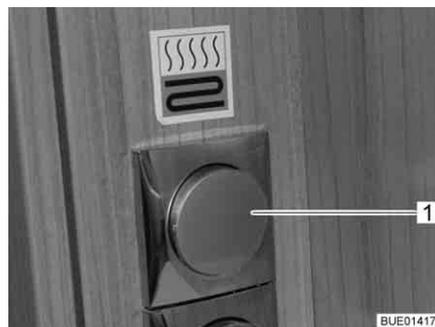

Fig. 119 Interruptor para el calentamiento del piso en el cuarto de aseo
- Presionar la parte superior del interruptor oscilante (Fig. 119,1).
- Presionar la parte inferior del interruptor oscilante (Fig. 119,1).